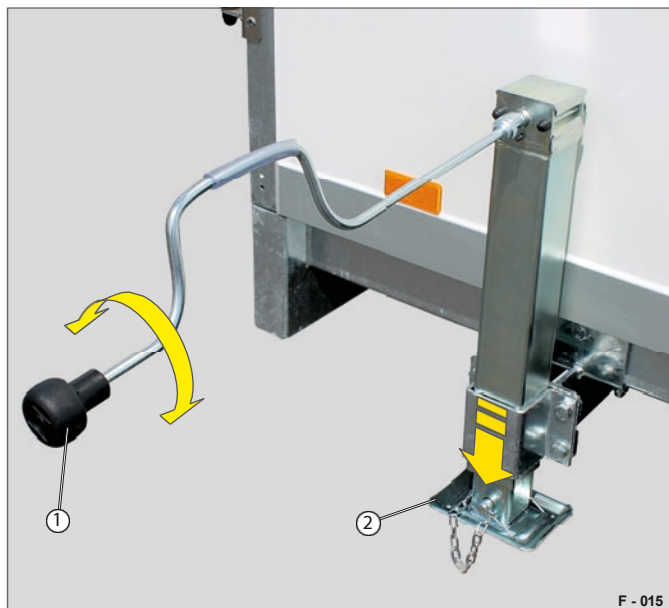

Fig. 14 Betjening av teleskopisk sveivstøtte
- Drei sveiven (fig. 14/1) slik at nivelleringsfoten (fig. 14/2) kjøres ut.